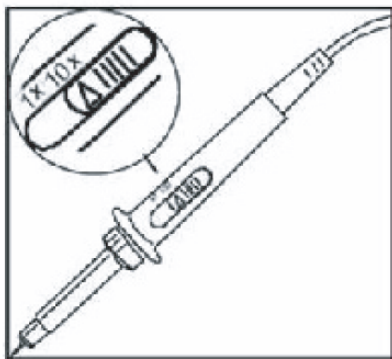

图1-5 探头衰减倍率开关设定
①. 将数字存储示波器探头连接到CH1输入端，并将探头上的衰减倍率开关设定为10×（图1-5）。